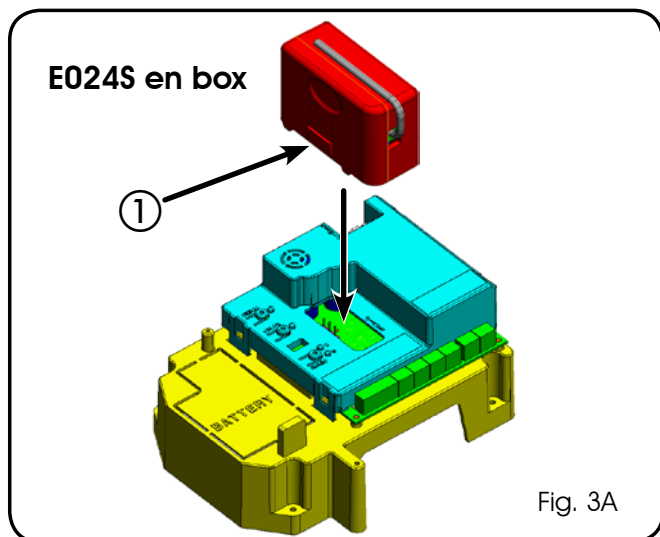
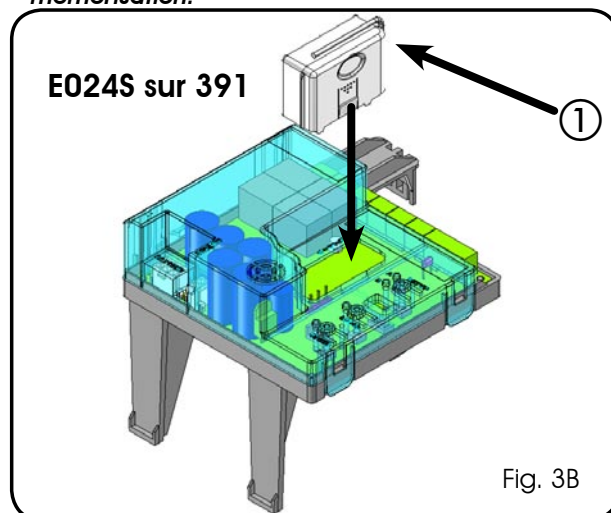

Fig. 3A
Fig. 3B
L'armoire électronique est munie d'un système de décodage (DS, SLH, LC) bicanal intégré appelé OMNIDEC. Ce système permet de mémoriser, par l'intermédiaire d'un module récepteur supplémentaire (Fig. 3A réf. ① et Fig.3B réf. ① pour E024S pour 391) et de radiocommandes de la même fréquence, tant l'ouverture totale (OPEN A) que l'ouverture partielle (OPEN B) de l'automatisme.